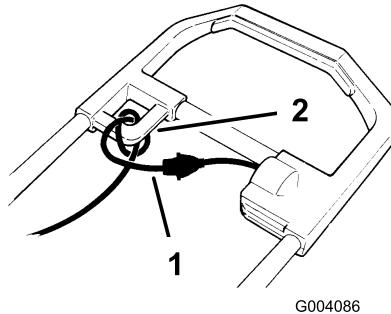

Bild 8
**Hinweis:** Machen Sie mit dem Verlängerungskabel am oberen Griff eine Schleife, damit das Kabel nicht beim Betrieb abgezogen wird. Schließen Sie das Kabel dann an der Schneefräse an (Bild 8).